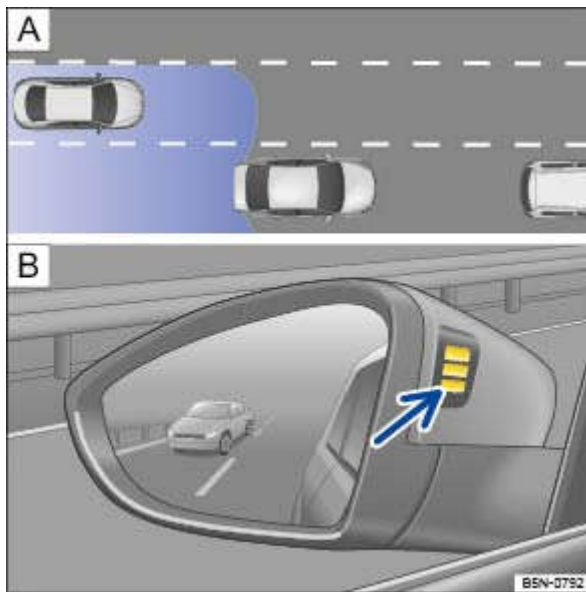
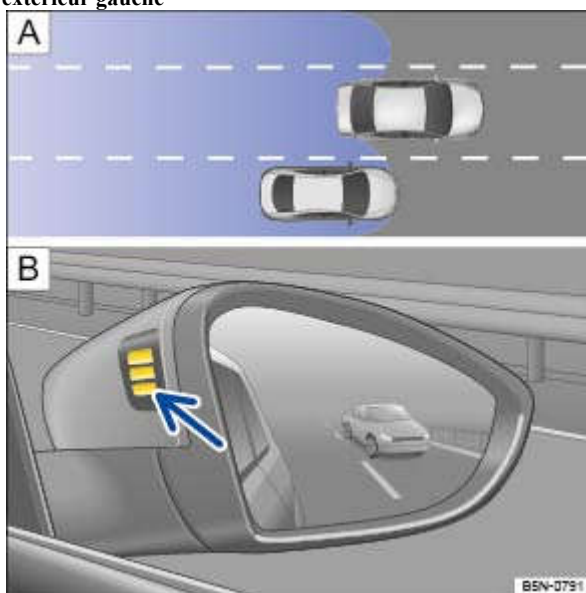

Fig. 200 Situation de conduite lors d'un dépassement avec circulation à l'arrière Signal optique dans le rétroviseur extérieur gauche
Fig. 201 Situation de conduite lors d'un dépassement et d'un rabattement du véhicule Signal optique dans le rétroviseur extérieur droit
Dans les situations de conduite suivantes, un témoin s'allume dans le rétroviseur extérieur → Fig. 200 (flèche) ou → Fig. 201 (flèche) :
- Lorsqu'un véhicule vous dépasse → Fig. 200 (flèche)
- Lorsque vous dépassez un véhicule → Fig. 201 (flèche) avec une différence de vitesse maximale d'environ 15 km/h (9 mph). Le témoin ne s'allume pas lorsque le dépassement s'effectue très rapidement.